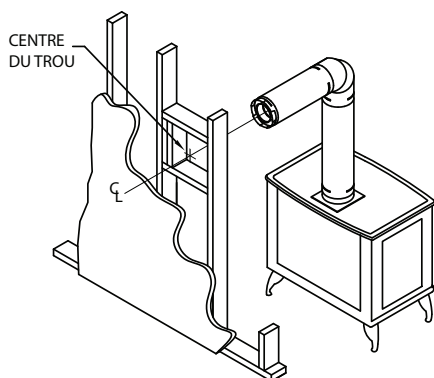

Figure 6
(3) La ventilation DirectVent Pro n'a pas besoin d'être scellée avec un produit d'étanchéité, sauf en cas d'exigence du fabricant de l'appareil.
Étape 3. L'adaptateur et les sections de tuyau reliés à l'appareil, déplacer l'appareil à sa bonne position et marquer le mur pour y percer un trou carré de la bonne dimension. Se reporter au **Tableau 1, page 8** pour la bonne dimension de l'ouverture carrée, sauf indication contraire des exigences d'espacement du fabricant de l'appareil. L'axe du conduit doit être aligné avec le centre du trou carré (**Fig. 6**). Découper et armer le